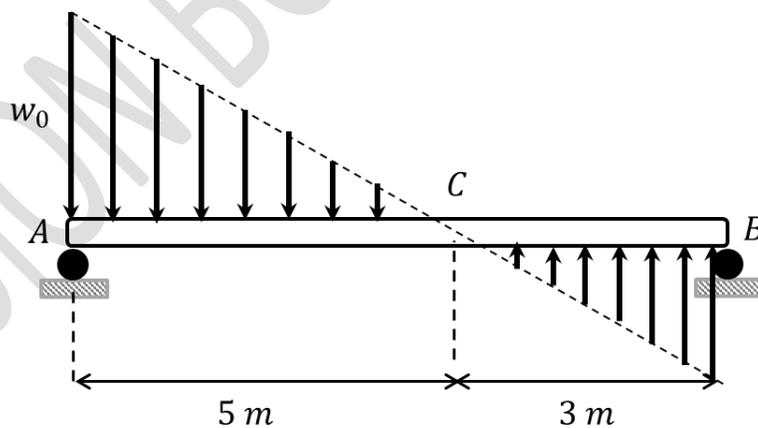

Fig. 7.3.
7.2.- Una viga de peso despreciable está sometida a una fuerza distribuida triangular como muestra la Fig. 7.3. Calcular las reacciones en los apoyos A y B.